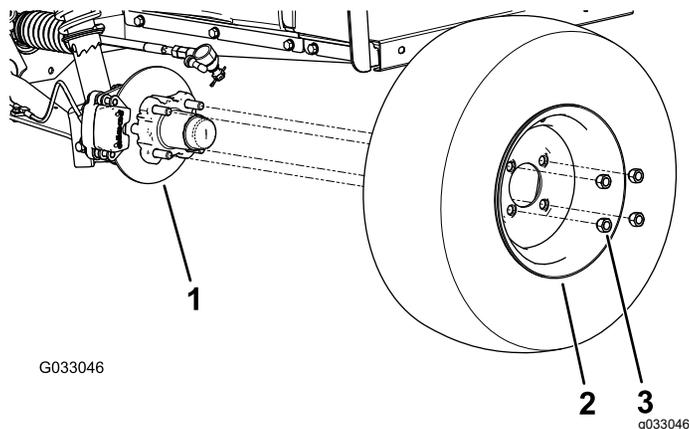

図 28
2. ホイールをハブに固定しているラグナット4個を外す 図 28。